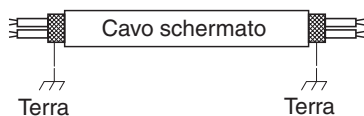

Fig. 4-6
- (5) Usare cavi schermati per il cablaggio di controllo inter-unità (c) e collegare a terra la schermatura su entrambe le estremità; in caso contrario si possono verificare malfunzionamenti dovuti a disturbi elettrici. (Fig. 4-6)